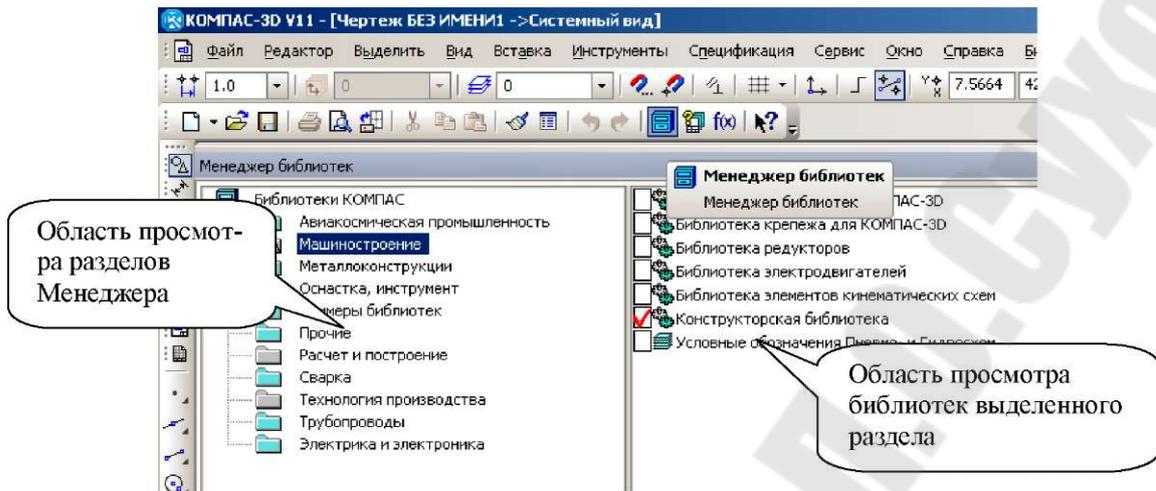

Рисунок 1 - Менеджер библиотек системы КОМПАС-3D
В КОМПАС-3D существует специальная система для работы с библиотеками - **Менеджер библиотек** (рисунок 1).
- нажать кнопку **Менеджер библиотек**  на Стандартной панели инструментов (рисунок 1). На экране появится окно **Менеджер библиотек**, в левой части которого отображается *список разделов* Менеджера библиотек. Для того чтобы посмотреть содержимое раздела, следует щелкнуть по его названию - в его правой части отобразится *структура раздела*;